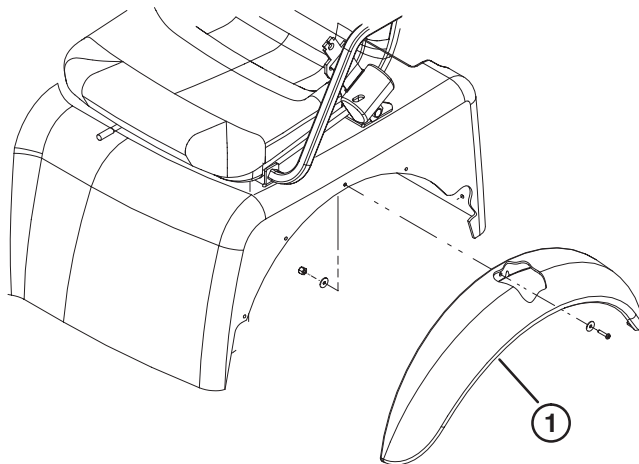

Figure 5
- Alignez les cinq trous de montage de l'aile sur les trous présents de chaque côté du châssis (Fig. 5).
- Montez une aile de chaque côté du châssis au moyen de (5) vis 10 x 3/4", (10) rondelles plates et (5) contre-écrous No. 10. Placez une rondelle près de la tête de vis et du contre-écrou.